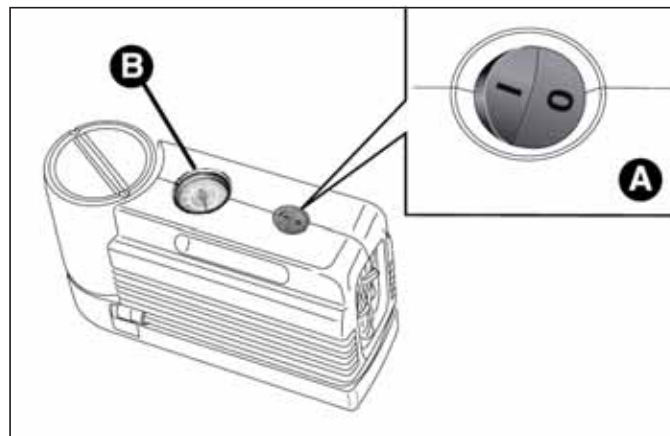
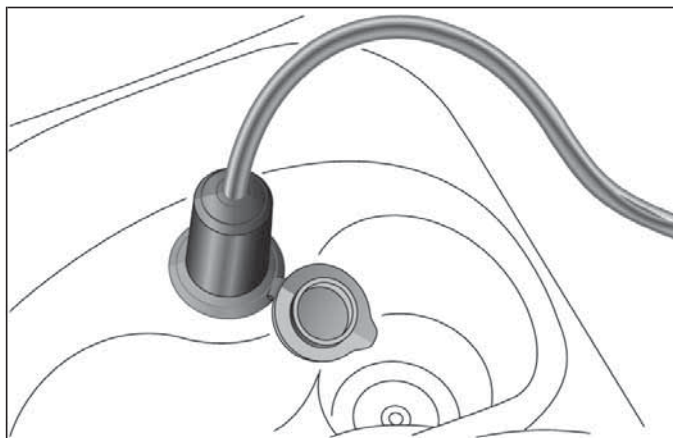

fig. 167
fig. 168
- ☐ asegurarse de que el interruptor A fig. 167 del compresor esté colocado en posición 0 (apagado), arrancar el motor, colocar el enchufe en la toma de corriente situada en el túnel central o en el maletero (para versiones/países donde esté previsto) fig. 168 y accionar el compresor